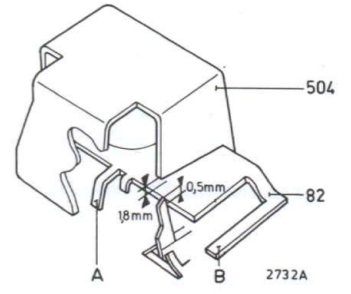

Fig. 9
B. Bij snelspoelen, zie fig. 9
VI. INSTELLING STOPTOETS (fig. 9 en 10)
- De stopstoets moet de ingeschakelde toetsen gemakkelijk ontgrendelen. Instellen door lip B te verbuigen (zie Fig. 9).